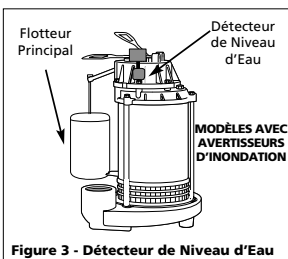

Figure 3 - Détecteur de Niveau d'Eau
- L'avertisseur fonctionne lorsque l'eau atteint le détecteur de niveau d'eau (Voir Figure 3).